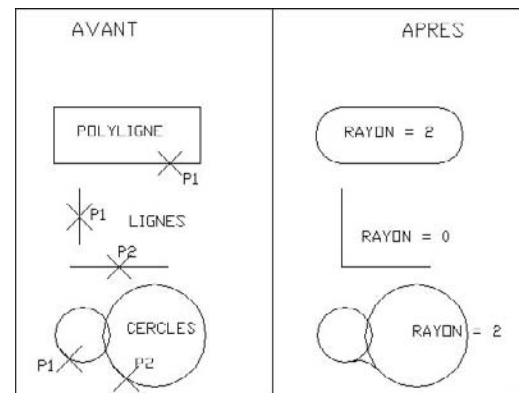

Fig.6.13
- 1 Exécuter la commande de raccordement à l'aide d'une des méthodes suivantes (fig.6.13) :